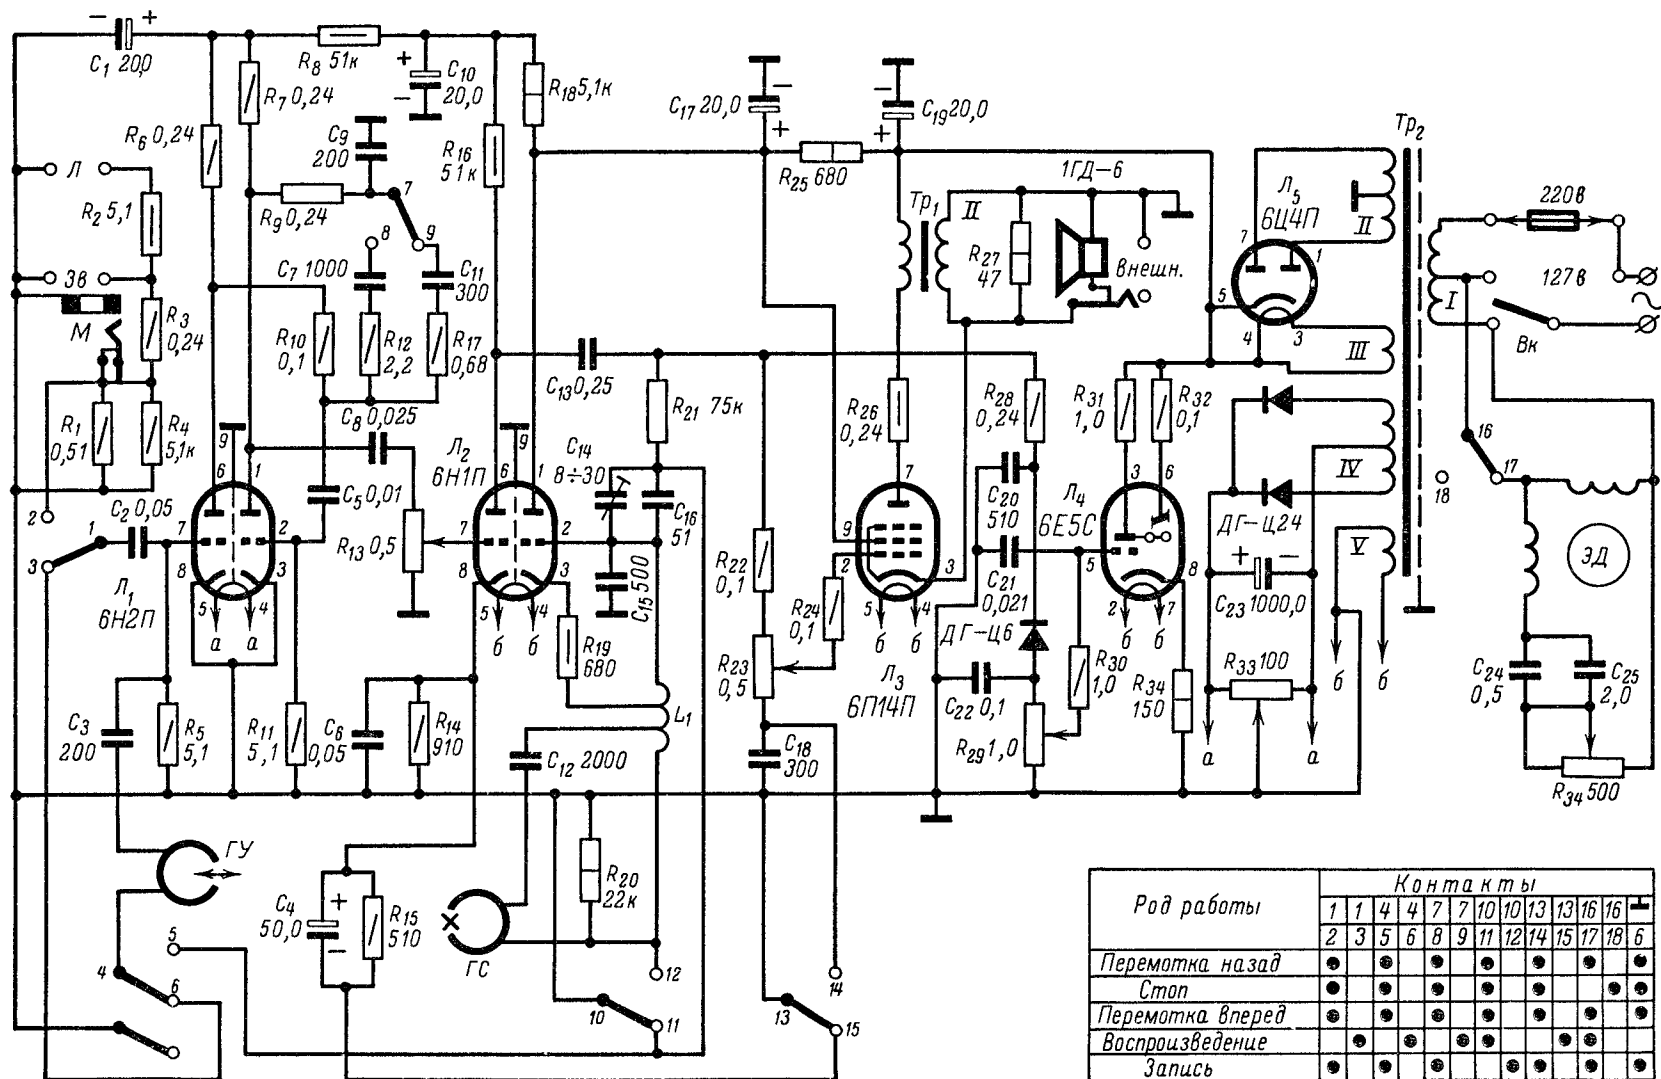

Рис. 38. Принципиальная электрическая схема магнитофона «Спалис».
**Усилитель, генератор и выпрямитель.** Принципиальная электрическая схема магнитофона приведена на рис. 38. Для записи и воспроизведения применяется универсальный усилитель. Запись может вестись с микрофона, звукоснимателя и приемника или от трансляционной линии, для чего на входе усилителя имеется делитель и соответствующие гнезда М, Зв и Л.